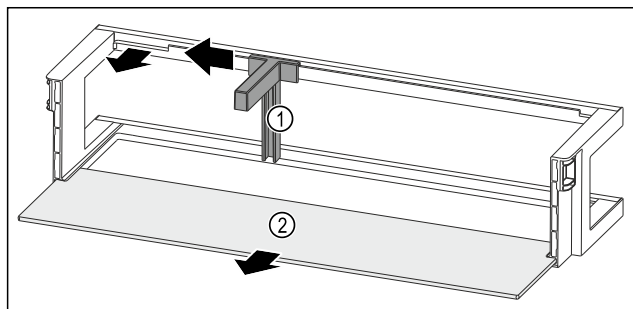

Fig. 89 Estante en la contrapuerta con soporte para botellas y estante
- Empuje el soporte para botellas Fig. 89 (1) hacia un lado hasta la entalladura.
- Retire el soporte para botellas Fig. 89 (1).
- Retire el estante Fig. 89 (2).